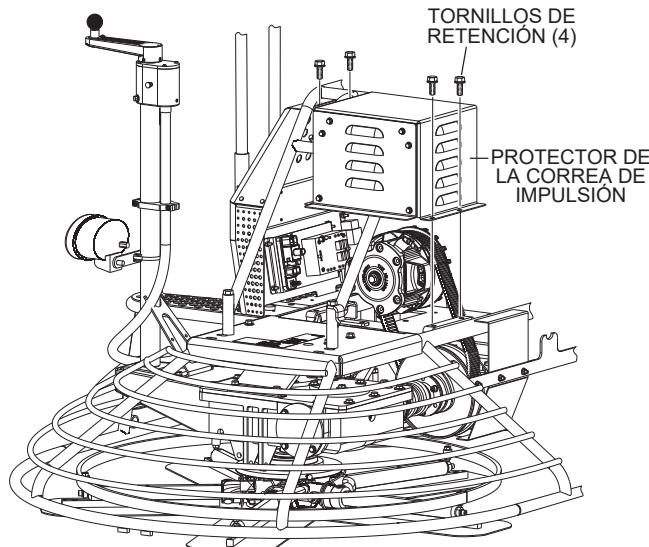

Figura 33. Retirada del protector de la correa
- Quite los tornillos de retención (4) que fijan el protector de la correa de impulsión (Figura 33) al bastidor de la alisadora.